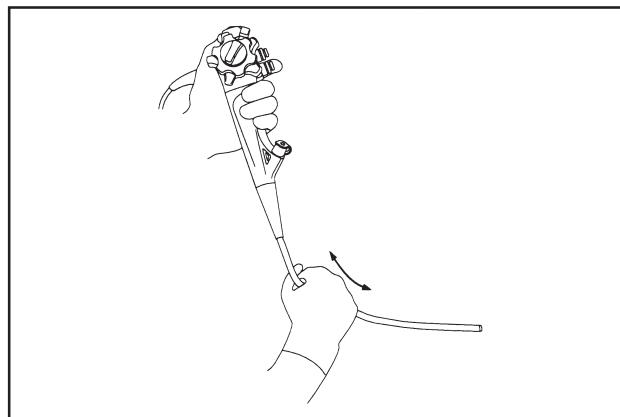
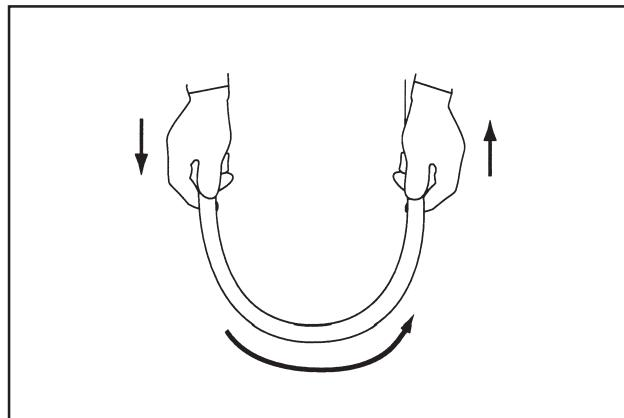

Рис.3.2
Рис.3.3
4. Произведите тщательное обследование кончиками пальцев всей поверхности вводимой трубки для выявления выступающих участков и других дефектов (см. рис. 3.2). Используя обе руки, согните вводимую трубку в полуокружность. Используя обе руки как показано стрелкой, убедитесь, что вся вводимая трубка может свободно изгибаться до формы полуокружности (см. рис. 3.3).